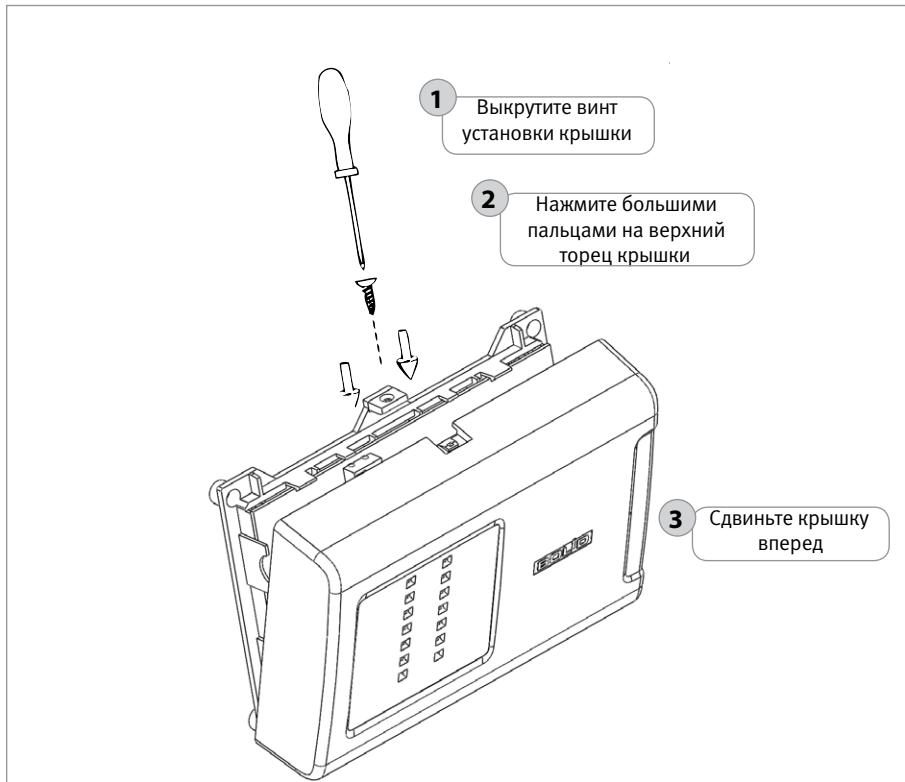

Рисунок 21. Снятие крышки изделия
- 1.1.2. Снимите крышку изделия в порядке, указанном на рис. 21.
- 1.2.2. Снимите крышку изделия в порядке, указанном на рис. 21.